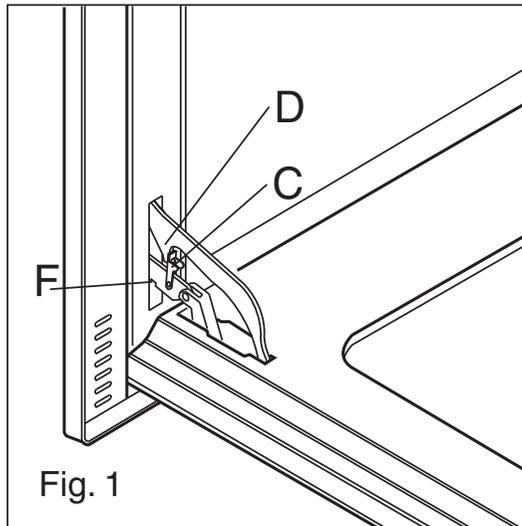

Fig. 1
Om de oven makkelijker goed schoon te maken is het handig om de deur te demonteren, waarbij u zich aan de volgende aanwijzingen moet houden. doe de verbinding (C) (fig. 1) in het scharniergedeelte (D). Zet de deur in de halfgeopende stand en trek de deur met beide handen naar u toe totdat deze losschiet van de bevestiging. Om de deur weer te monteren moet u in de omgekeerde volgorde handelen en erop letten dat u de twee geleiders (F) er op de juiste manier in doet.
Para facilitar limpezas profundas do forno é prático desmontar a porta seguindo as seguintes instruções: insira o enganche (C) (fig. 1) na dobradiça (D). Coloque a porta na posição semi-aberta e com as duas mãos puxe para si a porta até quando a mesma se desengancha do prendedor. Para remontar a porta efetue a operação no sentido inverso tomando o cuidado de introduzir corretamente as duas guias (F).
Ved hovedrengøring af ovnen er det praktisk at afmontere ovnlågen ved at benytte følgende fremgangsmåde: Indsæt kroen (C) (fig. 1) i hængelsektionen (D). Indstil ovnlågen i halvt åben position og tag fat i den med begge hænder og træk den udad, indtil den løsnes. Montér ovnlågen på ny ved at udføre ovennævnte indgreb i omvendt rækkefølge og kontrollér, at de to skinner (F) indsættes korrekt.
För att underlätta vid grovrengöring av ugnen kan det vara praktiskt att nedmontera ugnsluckan. Gör på följande sätt: För in haken (C) (fig. 1) i gångjärnsenheten (D). Öppna ugnsluckan till hälften, fatta tag om den med båda händerna och dra den utåt tills den lossar från fästet. När du ska sätta tillbaka ugnsluckan igen upprepar du ovannämnda anvisningar fast i omvänd ordning. Var noga med att de två styrskenorna (F) sätts i på rätt sätt.